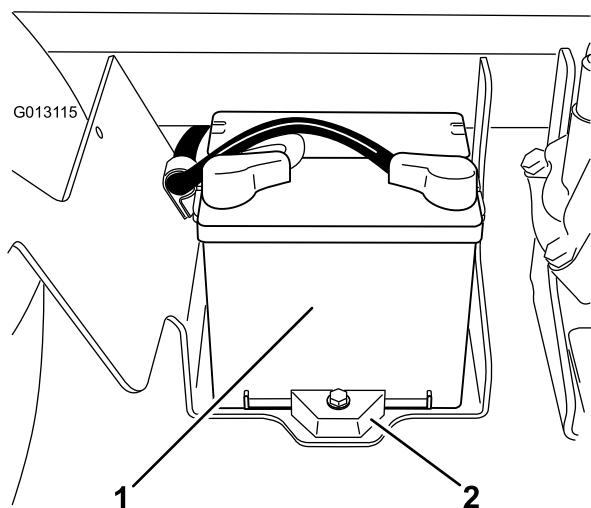

Figura 57
2. La batteria è posizionata sul lato destro della macchina, dietro la pompa (Figura 57).
5. Togliete la cinghia della batteria e i dispositivi di fermo (Figura 57).
2. Montate la cinghia della batteria e fissatela con i dispositivi di fermo tolti in precedenza (Figura 57).
4. Montate il coperchio della batteria e fissatelo con le due manopole (Figura 57).
1. Allentate le manopole ai lati della cassetta della batteria e togliete il coperchio della batteria (Figura 57).